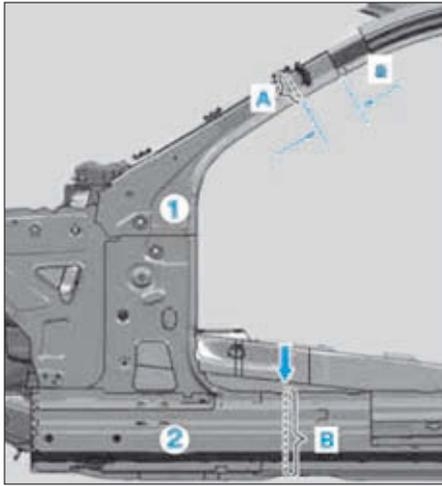

FIG. 54
- Tracer puis découper sur la partie intérieure du montant A (1) et sur le longeron latéral (2) dans les zones (A et B) (Fig.54).